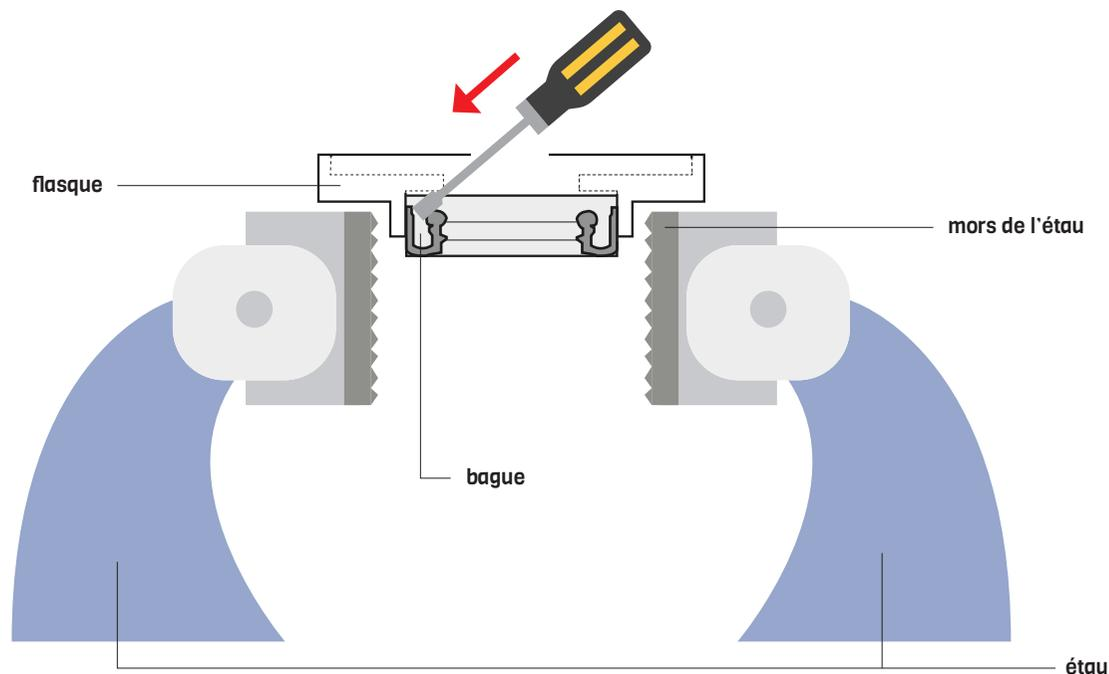

Fig 6.
4. Extraction de la bague abimée : une fois le flasque délogé du reste, placez le sur un étau en le protégeant au maximum, puis tapez à l'intérieur de la bague entre le caoutchouc et la feraille en respectant le sens, tout en essayant de faire bien attention à celui-ci (voir fig 6).